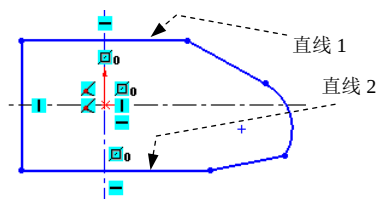

图 2.12.7 添加“对称”约束（一）
Step3. 添加图 2.12.7 所示的“对称”约束。按住 Ctrl 键，选取图 2.12.7 所示的直线 1、直线 2 和水平中心线，系统弹出“属性”对话框，在  区域单击  按钮。